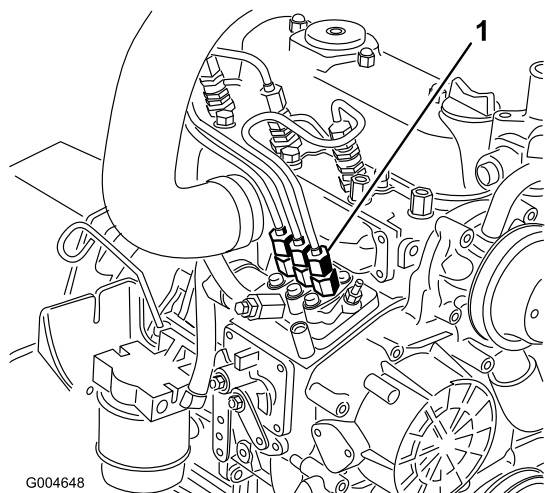

Figure 63
1. Placez un chiffon sous le raccord du tuyau allant de la pompe d'injection à l'injecteur N° 1 comme illustré à la Figure 63.